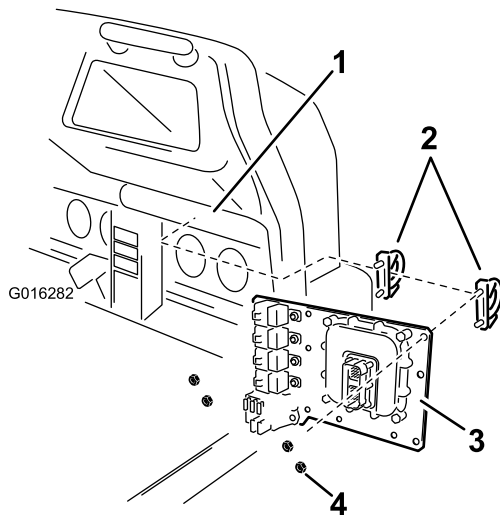

Figure 15
B. Pour le système de pulvérisation Workman 200, fixez la plaque de montage avec 2 étriers filetés (5/16 x 3/4 pouce) et 2 écrous (5/16 pouce), comme illustré à la Figure 15.